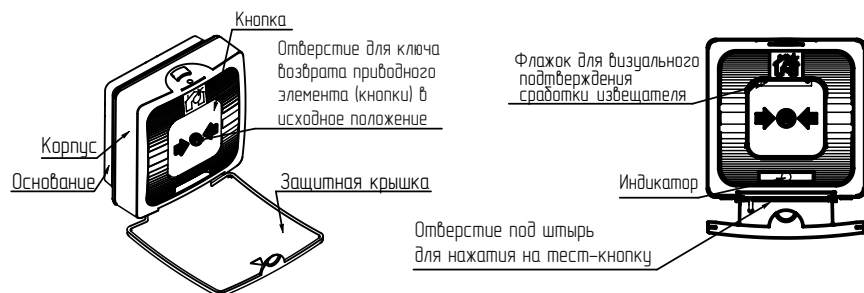

Рисунок 1
2.1 Извещатель передает тревожный сигнал «Пожар» по АЛС в прибор при нажатии на приводной элемент (кнопку) с усилием свыше 25 Н. При этом появляется флажок желтого цвета (см.рисунок 1), что обеспечивает визуальное подтверждение о сработке извещателя. После снятия усилия кнопка извещателя остается в нажатом состоянии. Для возврата кнопки в исходное положение применяется ключ, входящий в комплект поставки.